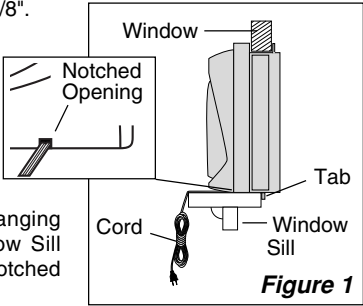

Figura 1
- 2. Voltear el Ventilador para que el frente le dé a usted. Colocar la parte inferior del Ventilador sobre el Antepecho de la Ventana, asegurándose de que todas las 5 Proyecciones de la parte inferior del Ventilador queden por detrás del Antepecho. (Figura 1) Esté seguro de que el Cordón esté por dentro de la casa y colgando libremente sobre el Antepecho de la Ventana y que esté colocado por dentro de la abertura entallada en la Rejilla